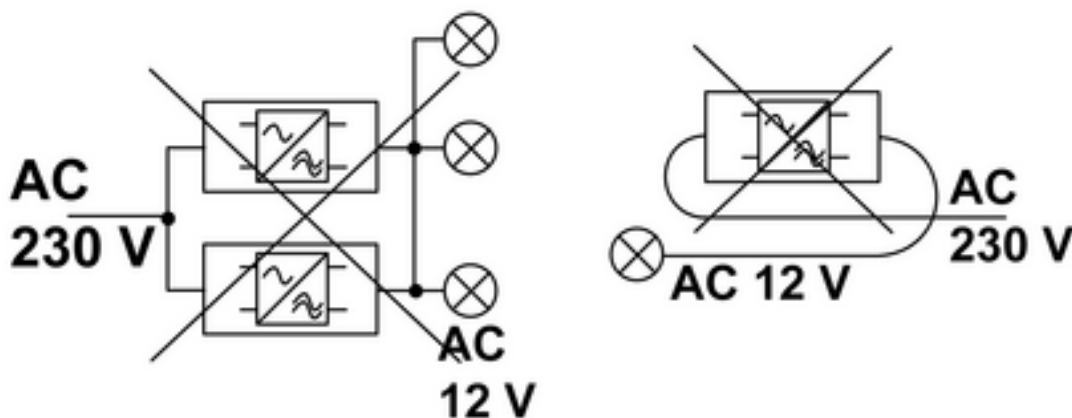

Рисунок 2
- i** Не подключать провод вторичной цепи к другим трансформаторам (рисунок 2).
- i** Не прокладывать провод вторичной цепи параллельно сетевому проводу или трансформатору (рисунок 2).